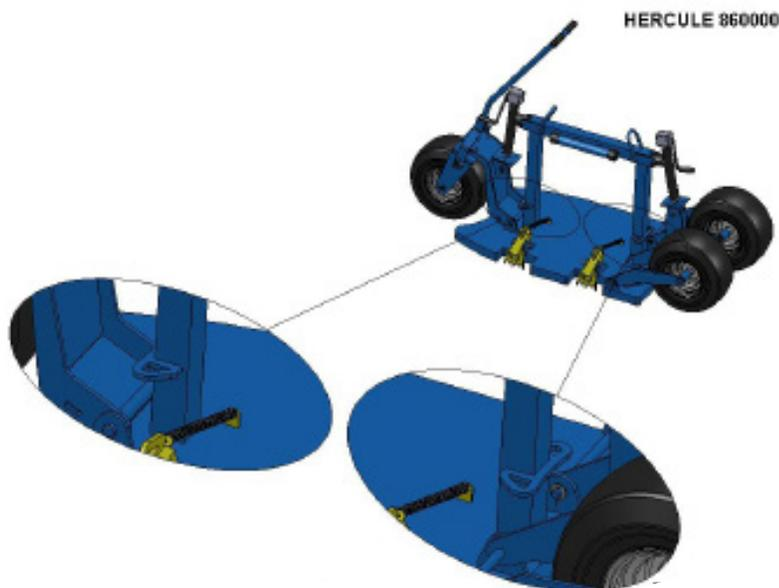

Figure 8
a. Pour l'utilisation en mode de déplacement restreint, l'utilisateur doit ancrer son système de limitation de déplacement à l'anneau bleu situé sur l'un des poteaux verticaux. (Voir figure 8)